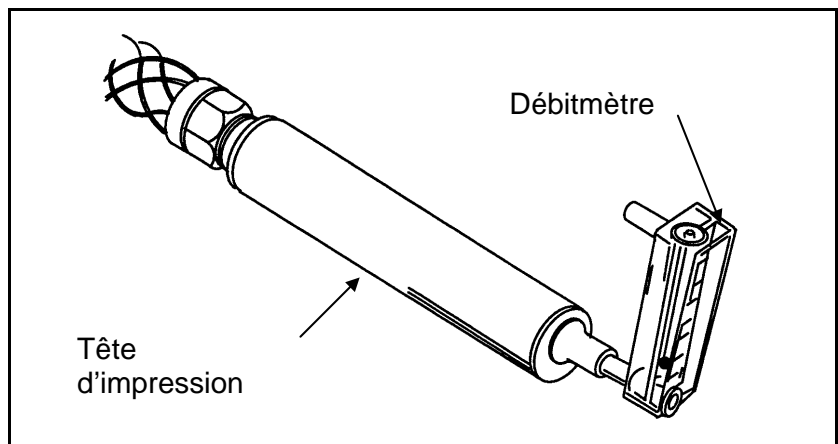

Figure 8-17. Débitmètre relié à la tête d'impression
1. Maintenez le débitmètre contre la face de la tête d'impression (voir Figure 8-17).